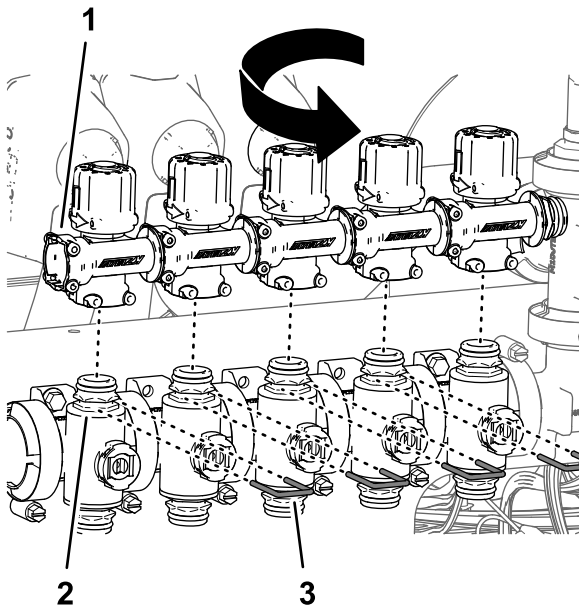

Bild 100
6. Drehen Sie die Sicherheitsventile um 180° und montieren sie an den Schnelltrenanschlussstücken der Abschnittventile (**Bild 100**).
7. Befestigen Sie die Sicherheitsventile mit den Haltern (**Bild 100**), die Sie in Schritt 4 entfernt haben, an den Abschnittventilen.
9. Befestigen Sie die Kappen mit den Haltern, die mit den Kappen geliefert werden, auf die Schnelltrenanschlussstücke der Sicherheitsventile für das Düsenventil 5 und Düsenventil 6 (**Bild 100**).